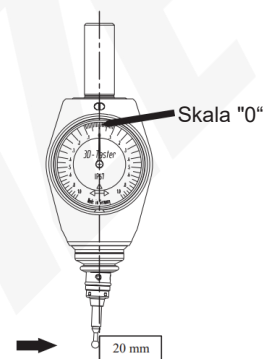

Abb. 6
- Fahren Sie den Endmaßblock an der ersten Seite an, bis der Zeiger auf "0" zeigt (Abb. 6).